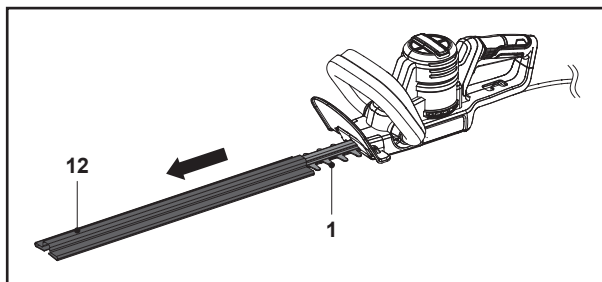

Fig. 1
1. Retire a cobertura da lâmina (12) do dispositivo de corte (lâmina) (1) antes da utilização (Fig. 1).
2. Guarde a cobertura da lâmina (12) em segurança.